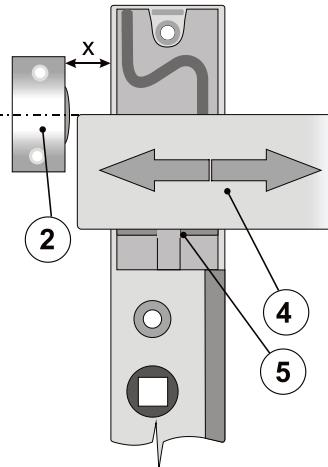

Figure 2: 2 - aimant permanent / contact magnétique; 4 - couvercle de transmetteur; 5 - guide pour le placement facile de l'aimant permanent
- Insérer le carré dans l'orifice carré (8) de la serrure et visser au cadre au travers des orifices de montage (3). Un adaptateur approprié 7/8 est également fourni pour un trou carré (lorsque les dimensions carrées d'une manivelle sont plus petites).
- Si le contact magnétique doit être utilisé, le monter (aimant permanent) sur la partie statique conformément à la figure 2. Le capot de l'émetteur (4) peut être utilisé comme support d'alignement avec le guide (5) et pour la pose de l'aimant permanent sur l'axe grâce à son bord supérieur.
- Lorsque les deux piles ont été insérées, la LED verte (6) clignote brièvement puis la LED jaune s'allume (9). Lorsque le processus d'inscription est terminé, la LED jaune s'éteint.